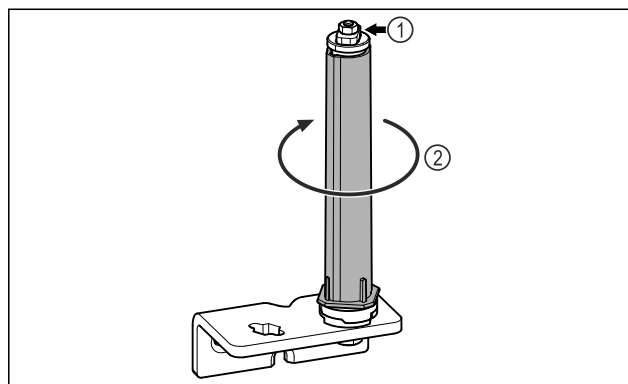

Fig. 14
- No desmontar el sistema de cierre de puertas Fig. 14 (1).
- Girar el sistema de cierre Fig. 14 (2) hasta que haga clic.